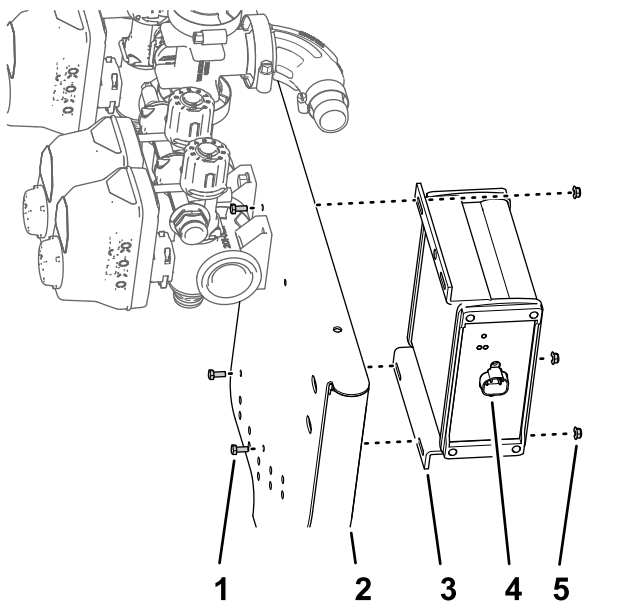

Figura 97
1. Alinee el controlador de fumigación ASC 10 en el lado delantero del soporte de las válvulas, orientando el conector de 4 pines hacia fuera (Figura 97).
2. Monte el controlador del fumigador en el soporte de las válvulas (Figura 97) con los 3 pernos (3 x 10 mm) y las 4 contratuercas con arandela prensada (4 mm).